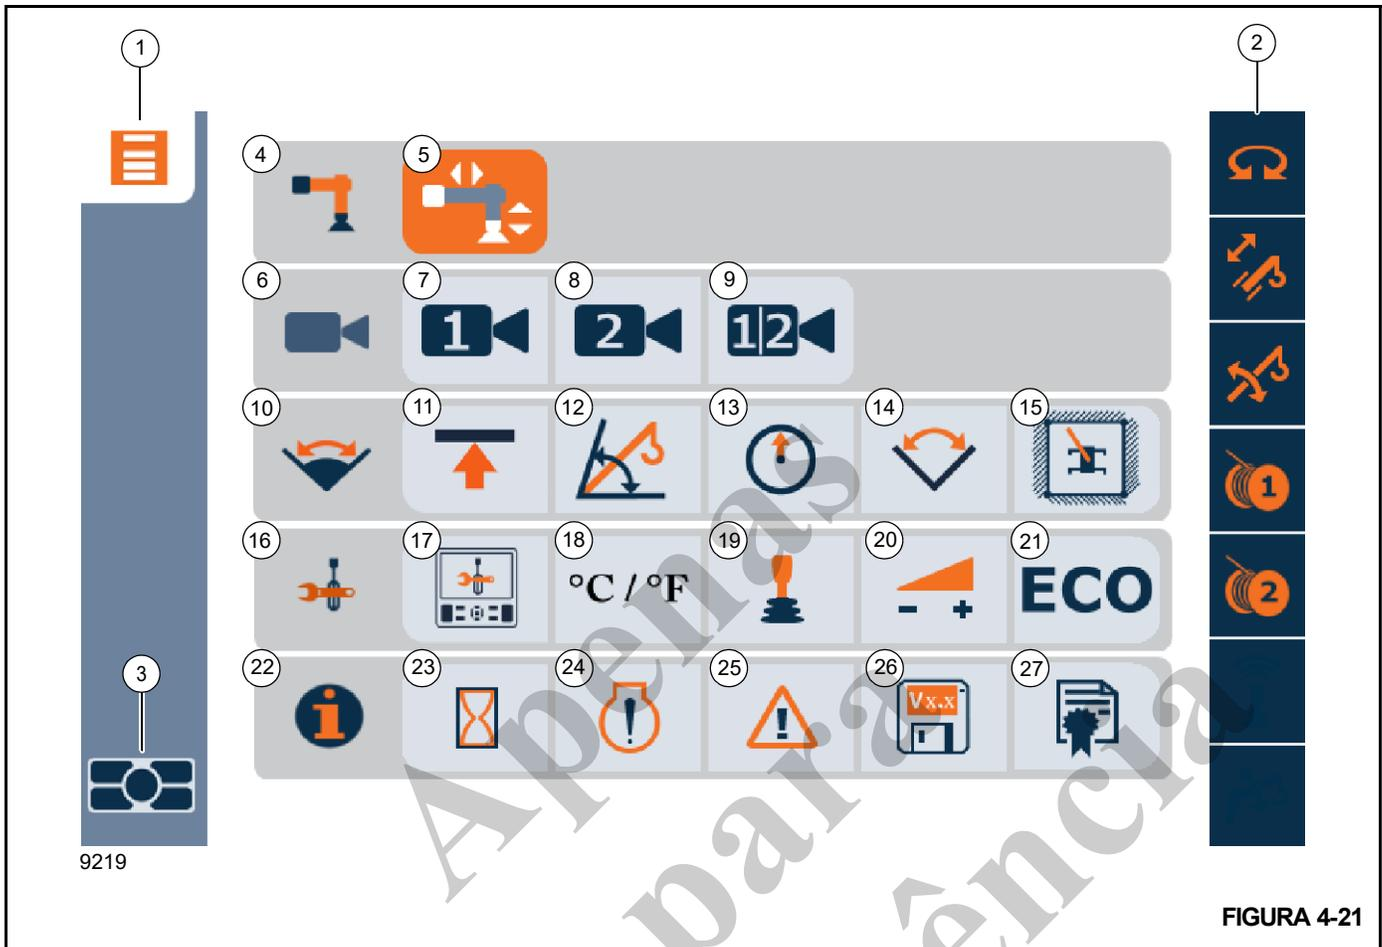

FIGURA 4-21
A Tela de menu (Figura 4-21) do ODM é acessada fazendo um dos seguintes procedimentos:
- **Grupo do estabilizador** (4, Figura 4-21) (consulte *Grupo de estabilizadores*, página 4-55, para obter informações detalhadas)
- **Grupo da câmera (opcional)** (6, Figura 4-21) (consulte *Grupo da câmera (opcional)*, página 4-59, para obter informações detalhadas)
- **Grupo limitador da faixa de trabalho** (10, Figura 4-21) (consulte *Grupo limitador da faixa de trabalho*, página 4-61, para obter informações detalhadas)
- **Grupo de ferramentas** (16, Figura 4-21) (consulte *Grupo de ferramentas*, página 4-83, para obter informações detalhadas)
- **Grupo de informações** (22, Figura 4-21) (consulte *Grupo de informações*, página 4-90, para obter informações detalhadas)